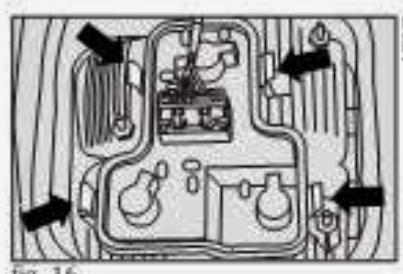

fig. 16
4) Pressionar as travas indicadas pelas setas fig. 16 e retirar o porta-lâmpadas.